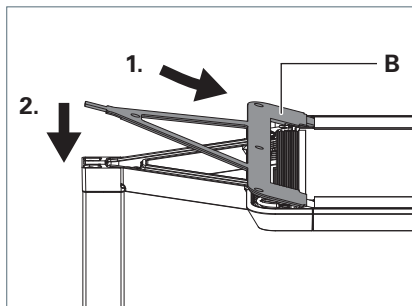

Fig. 8: Montare la copertura.
- Inserire la copertura **B** con le tre linguette sulla parte inferiore della copertura nelle fessure sulla testa dell'apparecchio e premere fino all'innesto, vedere Fig. 8.